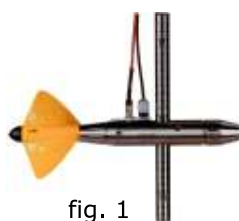

fig. 1
1. Fijación del cuerpo del molinete directamente a una barra-soporte de 20 mm de diámetro (en acero inoxidable) y utilización de un indicador de la dirección de la corriente (fig. 1).